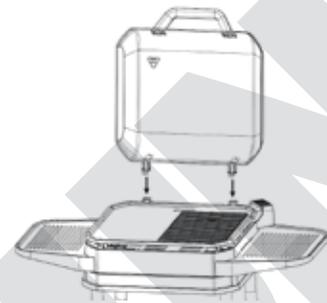

fig. 12
14. Conecte el enchufe del termostato con la hembra en la placa de parrilla (fig. 12). Atención: ¡Inserte siempre primero el enchufe del termostato en el casquillo situado en el aparato y solo después el conector de red en la toma de corriente!